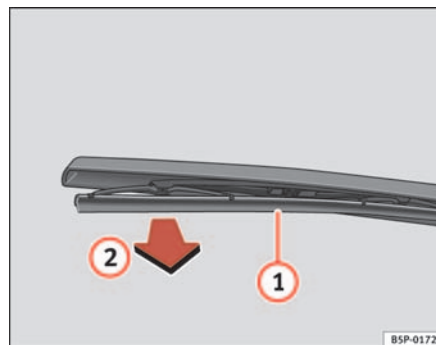

Fig. 167 Substituir a escova do limpa-vidros traseiro
- Afaste o braço do limpa-vidros traseiro do vidro ⇒ fig. 167.
- Desengate a escova ① e puxe-a ② ⇒ fig. 167. ▶